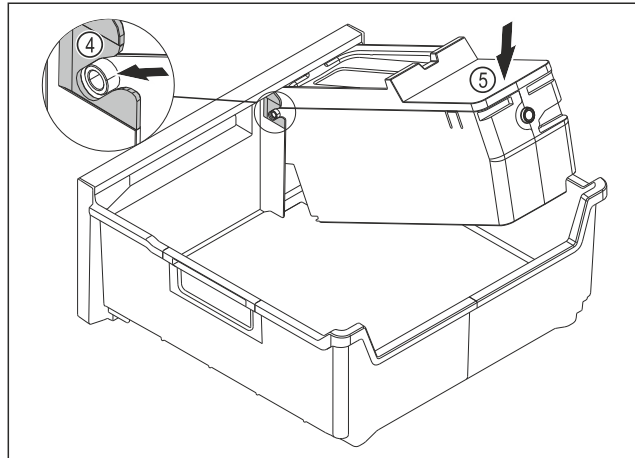

Fig. 187
- ▶ Montați corpul EasyTwist-Ice: Inserați axele corpului EasyTwist-Ice în ghidaje Fig. 187 (4).
- ▶ Apăsați corpul EasyTwist-Ice Fig. 187 (5) în spate în jos.